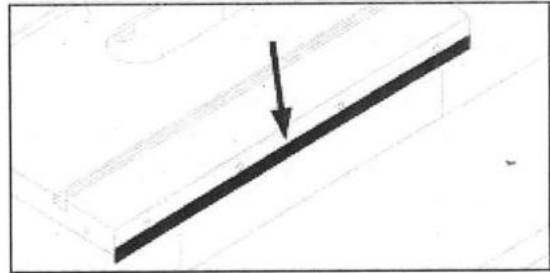

Figura 13.
-Si el extremo exterior del ala de extensión se inclina hacia abajo, coloque una tira de cinta adhesiva a lo largo del borde inferior de la tabla principal de cuña al final del ala de extensión hacia arriba (ver figura 13).